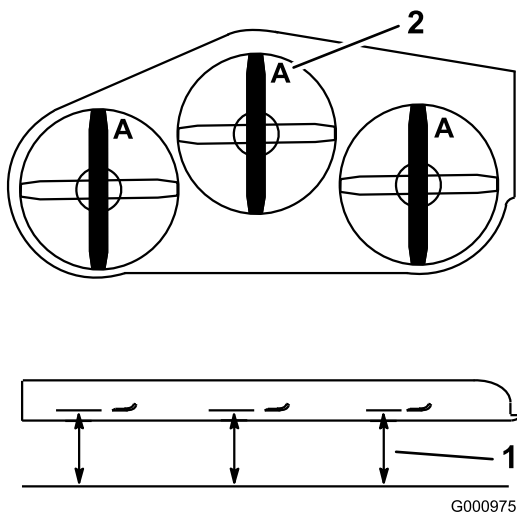

Figure 83
4. Mesurez au point **A** et entre la surface plane et le bord coupant des pointes des lames (Figure 83).